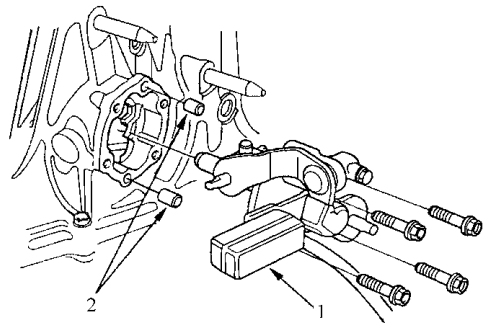

图 4-44 拆卸换档杆总成
2) 如图 4-44 所示，拆卸换档杆总成和 $\phi 8\text{mm} \times 10\text{mm}$ 定位销。